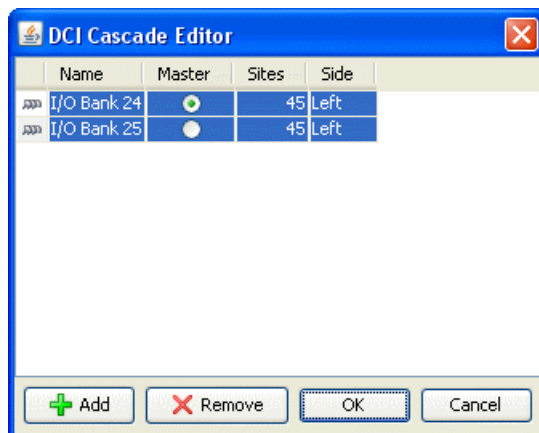

図 8-14 : DCI カスケード制約の作成
2. 右クリックして [Create a DCI Cascade] ポップアップ メニュー コマンドを選択します。257 ページの図 8-14 に示す [DCI Cascade Editor] ダイアログ ボックスが表示されます。